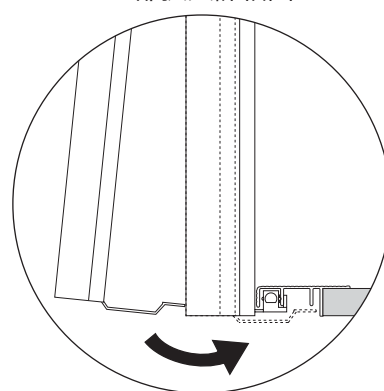

図10
- ・引き戸（R）の下側にスライディングブロックを取付けます。（図10）